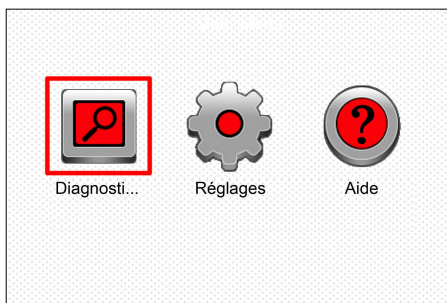

Figure 7-4
6. Lorsque l'outil a marché, placez le curseur sur l'icône d'aide et appuyez sur le bouton [OK]. (Figure 7-4)